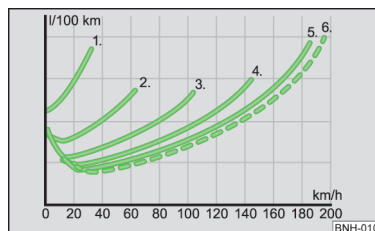

Fig. 93
■ Un cambio di marcia correttamente effettuato è in grado di ridurre i consumi di carburante » fig. 93.